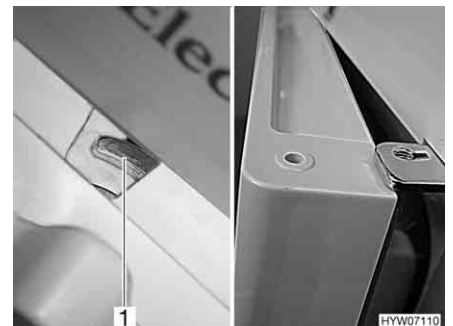

Fig. 196 Porte du réfrigérateur en position de ventilation (Dometic Série 7)
- Pousser le dispositif de verrouillage complètement vers la droite. La porte du réfrigérateur est fixée à l'aide de l'arrêt de porte (Fig. 196,1). La porte du réfrigérateur reste ainsi légèrement ouverte (Fig. 196).